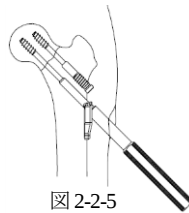

図 2-2-5
- 2) プレートが骨面より浮いている場合は、TLS プレートインパクトを用いて骨面に密着させます。(図 2-2-5)